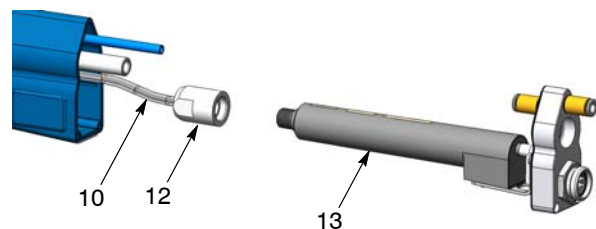

Fig. 39 Déconnexion du câble d'électrode
8. Voir la figure 39. Dévisser l'écrou (12) du multiplicateur (13).
3. Voir la figure 39. Insérer l'extrémité à ressort du câble d'électrode (10) dans le creux du multiplicateur jusqu'à ce qu'il vienne en butée, puis serrer fermement l'écrou (12) sur le multiplicateur.